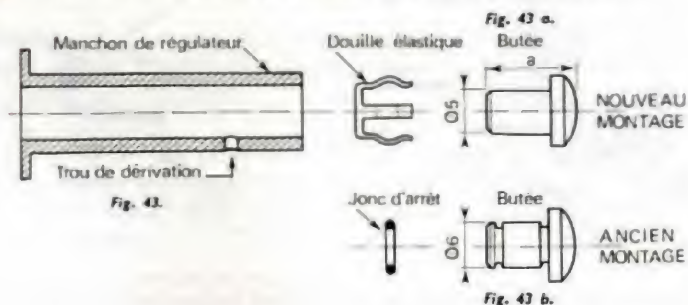

Fig. 43.
A) Butée lisse avec douille plastique (fig. 43 a).
B) Butée comportant une gorge munie d'un clips (fig. 43 b).
Fig. 43 a.
Fig. 43 b.